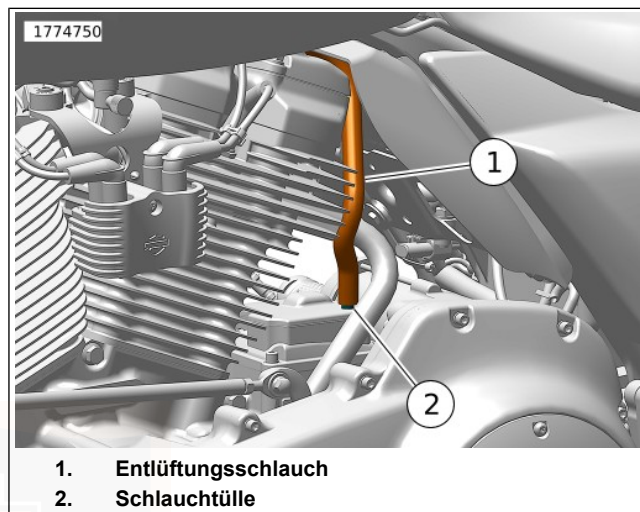

Abbildung 110. Entlüftungsschlauch
1. Siehe Abbildung 110. Den Entlüftungsschlauch (1) gerade nach oben von der Schlauchtülle (2) an der Oberseite des Getriebes abziehen.